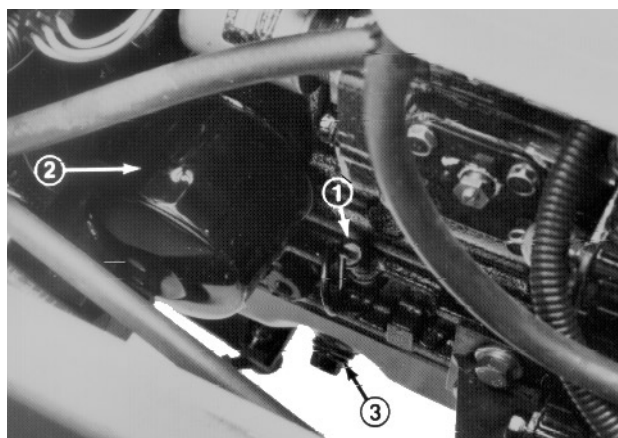
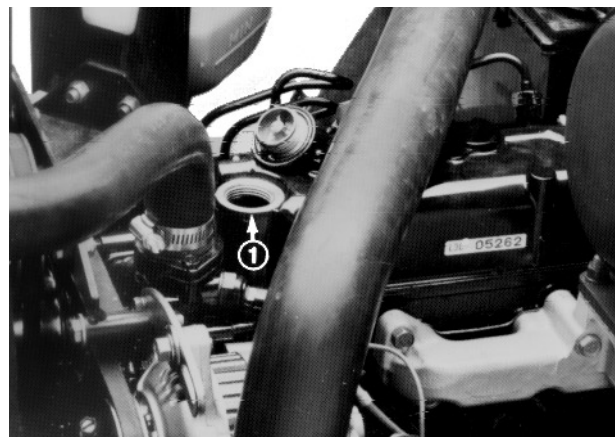

Fig. 1
Fig. 2
3. Ta ut peilepinnen og tørk av med en ren klut. Stikk peilepinnen inn i røret, pass på at den stikkes helt inn. Ta peilepinnen ut igjen og undersøk oljenivået (fig. 1). Hvis det er lavt, må du etterfylle til det kommer opp til FULL-merket på peilepinnen. Fyll ikke for mye på (fig. 2).